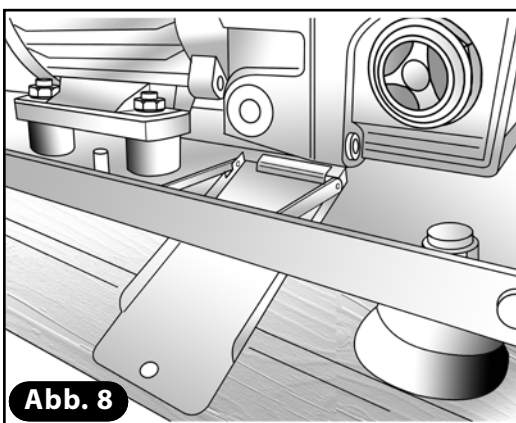

Abb. 8
- 3) Befestigungsschraube der Ölablassrutsche entfernen (**Abb. 7**). Prüfen, ob es möglich ist, bei entsprechend positionierter Rutsche das Öl aufzufangen, das aus der Pumpe abfließen muss (**Abb. 8**).
- 4) Mit einem Sechskantschlüssel den Öleinfüllverschluss (A) an der Oberseite der Pumpe entfernen.